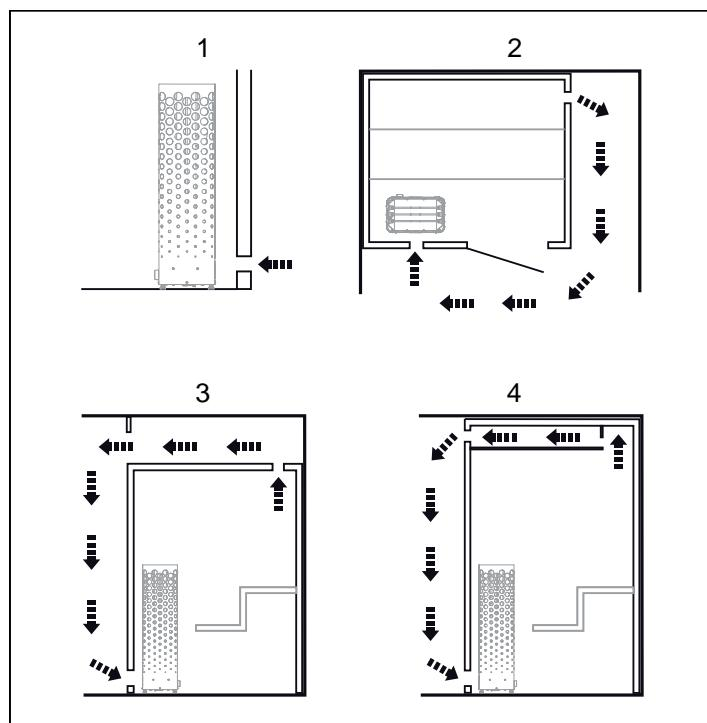

Figure 6 : Positionnement des valves d'admission et d'échappement d'air
Positionner la valve d'admission d'air de manière à traverser le mur derrière la ligne centrale du poêle (voir figure 6). La taille de la valve pour un sauna familial est d'environ 125 cm². La circulation d'air de la porte doit fonctionner de concert avec la circulation d'air chaud du poêle.
- à la plus grande distance possible de la valve d'admission d'air, en diagonale (voir figure 6);
- en hauteur sur le mur ou dans le plafond (voir figure 6);